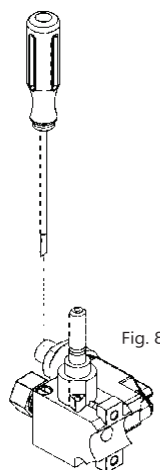

Fig. 8
- ✗ Por último, realice la regulación del mínimo de un quemador por vez, encendiendo el mismo y llevándolo a la posición de mínimo. Luego quite la perilla correspondiente, con un destornillador gire en sentido horario el tornillo ubicado en la parte superior de la válvula (Fig. 8) para disminuir la altura de la llama o antihorario para aumentarla.